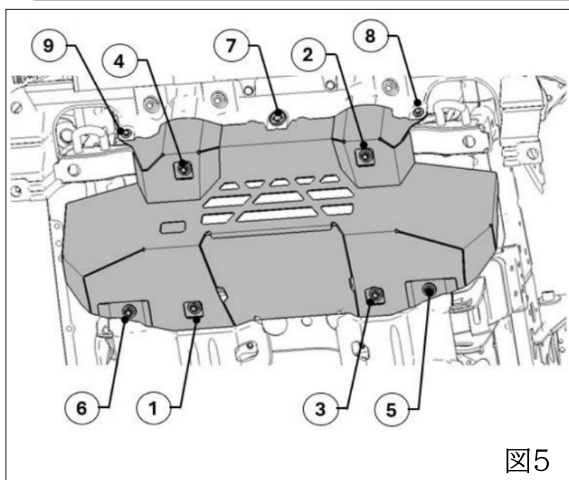

図5
- (1) 図5は締結の位置と組み付ける順番です。
- (2) 以下の手順に従ってスキッドプレートを取り付け。
- (2) 図5に記載している順番で③～⑥も(1)と同じ作業をする。
- (3) すべてのボルトを指定トルクで締め付ける。